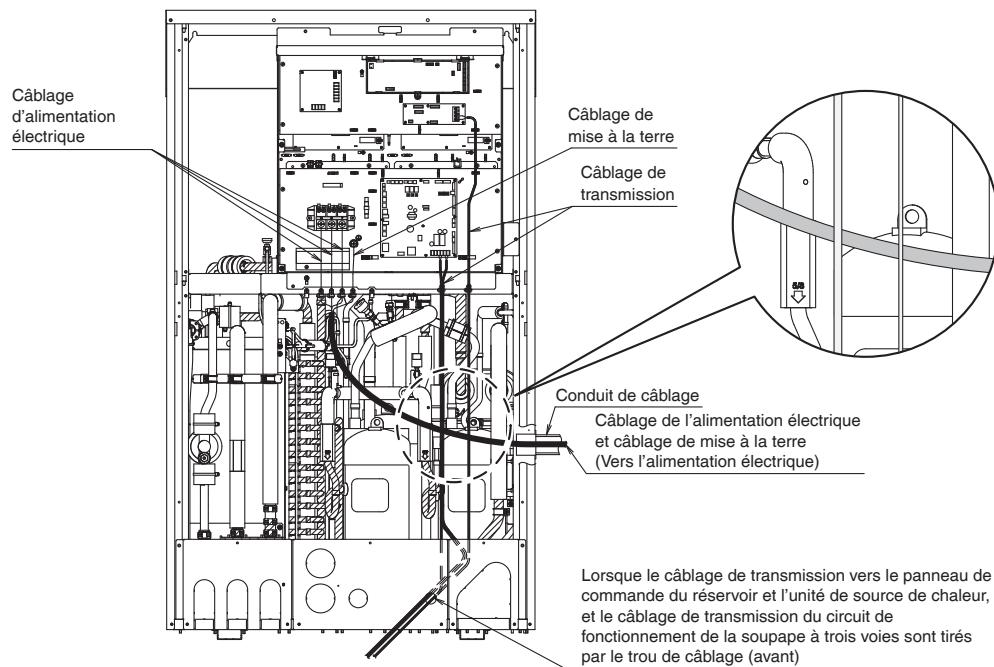
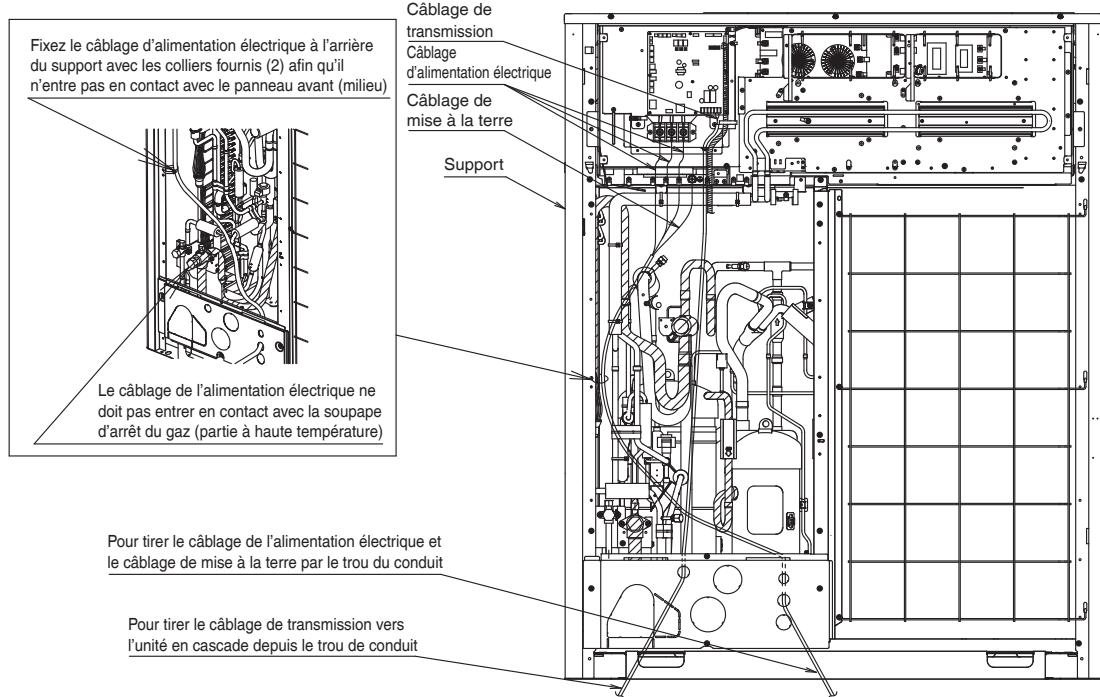

Fig. 27
Fig. 28
- Reportez-vous à la Fig. 27 et à la Fig. 28 pour le câblage.
- Acheminez de manière à ce que le câblage n'entre pas en contact avec le compresseur et la tuyauterie à haute température (diagonal hatching sur la Fig. 27 et Fig. 28).